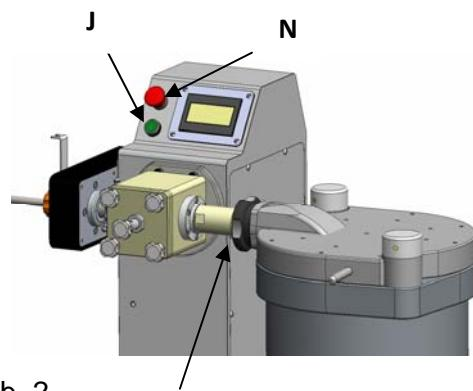
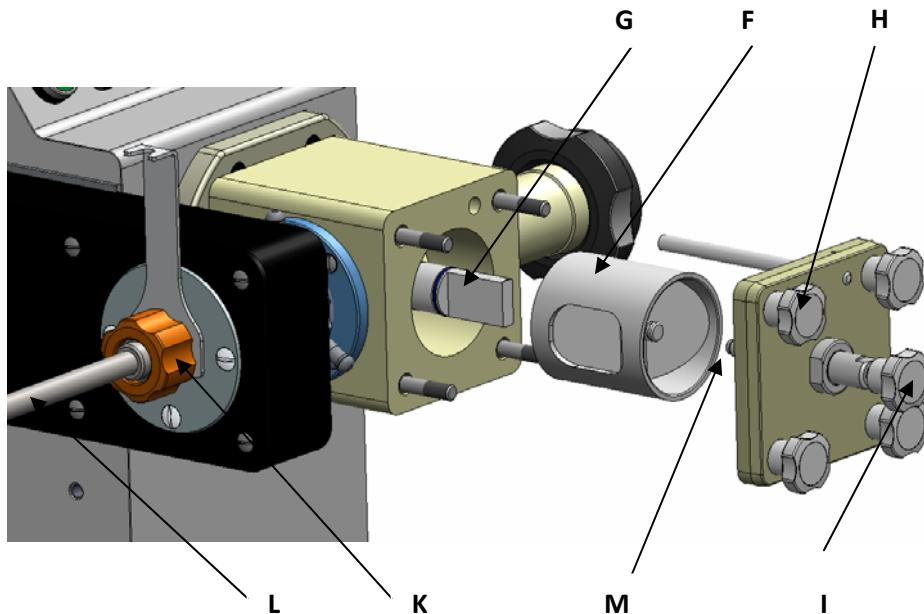

Abb. 2
Abb. 3
Die Verbindung zwischen dem Portionierer und dem Wurstfüller erfolgt über die Trichtermutter des Portionierers (D) (s. Abb. 2.).
4. Stellen Sie die Portionsgröße mit dem Griff (I) ein (beim Drehen gegen den Uhrzeigersinn wird die Portionsgröße erhöht). Wählen Sie die Position MANUELL auf dem Touch-Screen des PR-360, betätigen Sie auf den Kniehebel des Wurstfellers, um so den Portionierer zu beschicken und drücken Sie den Startschalter (**J**) (s. Abb. 2), bis das Produkt am Trichterausgang erscheint. Falls kein Produkt herauskommt, drücken Sie erneut den Startschalter und wiederholen Sie den Vorgang bis er gelingt. Um das Produkt nicht zu verderben, ist bei diesem Vorgang unbedingt darauf zu achten, dass das Manometer des Wurstfellers zunächst nicht mehr als 50 bar anzeigt, danach kann es entsprechend dem Bedarf oder der Größe der Portion neu eingestellt werden (s. Abb. 3).
5. Bringen Sie den gewünschten Trichter an, indem Sie ihn mit der Mutter (**K**) befestigen und beschicken Sie ihn mit Natur- oder Collagendarm, der mit Wasser im Trichter (**L**) des PR-360 befeuchtet wurde, und schon können Sie beginnen, die Masse normal einzufüllen und zu proportionieren. Je weiter Sie den Griff (**I**) im Uhrzeigersinn drehen, desto kleiner wird die Portion. Die Portionen können von ca. 10 Gramm bis ca. 215 Gramm wiegen. Nachdem die erwünschte Größe erreicht wurde, stellen Sie den Bolzen (**M**) mit dem Knopf (**I**) fest. Bei bestimmten Produkten (sehr flüssigen oder äußerst festen) kann es dazu führen, dass die Größe der Portion von der erwünschten Größe abweicht, wenn nicht mit dem richtigen Druck des Wurstfüllers gearbeitet oder der Druck während der Verarbeitung geändert wird. Beim Portionieren von Kleinportionen (Portionen von ca. 10 Gramm) bedarf es eines höheren Drucks als bei großen Portionen (s. Abb. 3).
Mit dem Not-Halt-Knopf (**N**) wird der Arbeitsvorgang unterbrochen (s. Abb. 2).